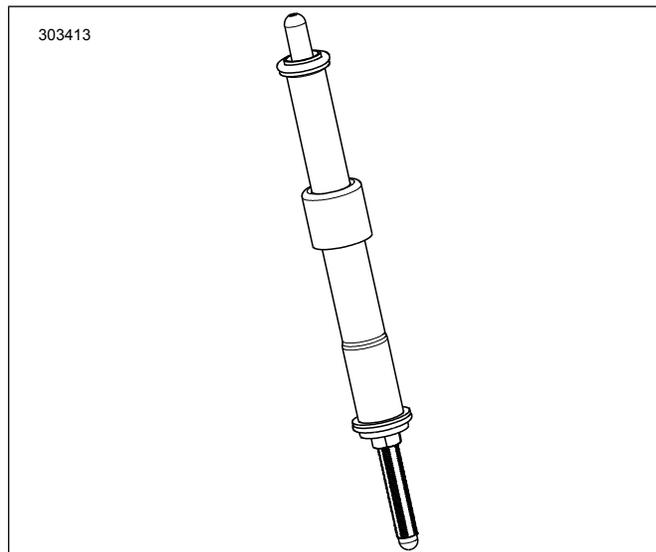

Figura 2. Asta delle punterie installata nel relativo coperchio
7. Vedere la figura 2. Installare le aste delle punterie di aspirazione nei relativi coperchi.